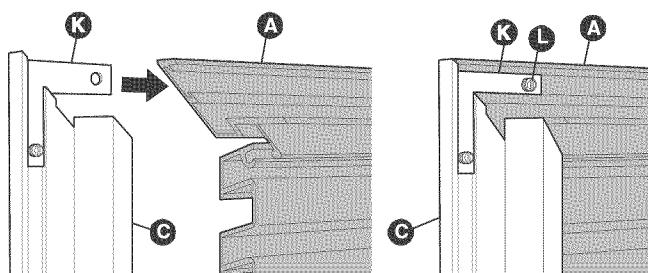

Figure 5
- Joignez chaque garniture latérale (B et C) à la garniture supérieure (A). Assurez-vous que les extrémités de l'ensemble de grilles sont bien insérées dans le profilé de chaque garniture latérale, puis fixez le tout à l'aide de ruban adhésif. Fixez les supports (K) à la garniture supérieure (A) en serrant légèrement les vis de réglage (L) de façon à éviter qu'elles ne s'enfoncent dans la surface de la garniture. **NE SERREZ PAS TROP**. Reportez-vous à la figure 5.